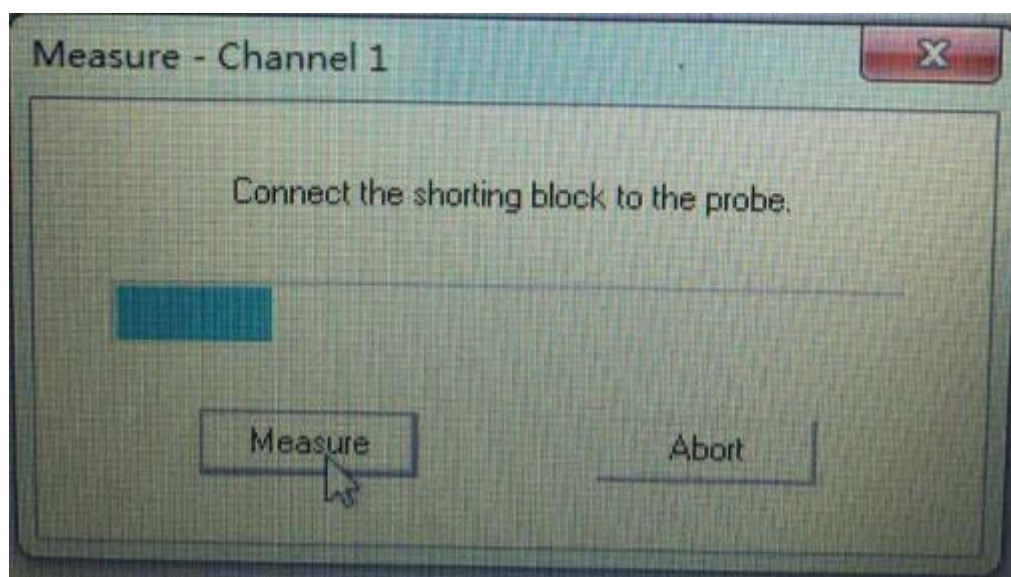

图 12.校准
- 1) **【空气】**：将探头底部暴露于空气中，如图 12 所示，点击屏幕上的 **【Measure】** 按钮，等待几秒钟，待测量完成后进入下一步；